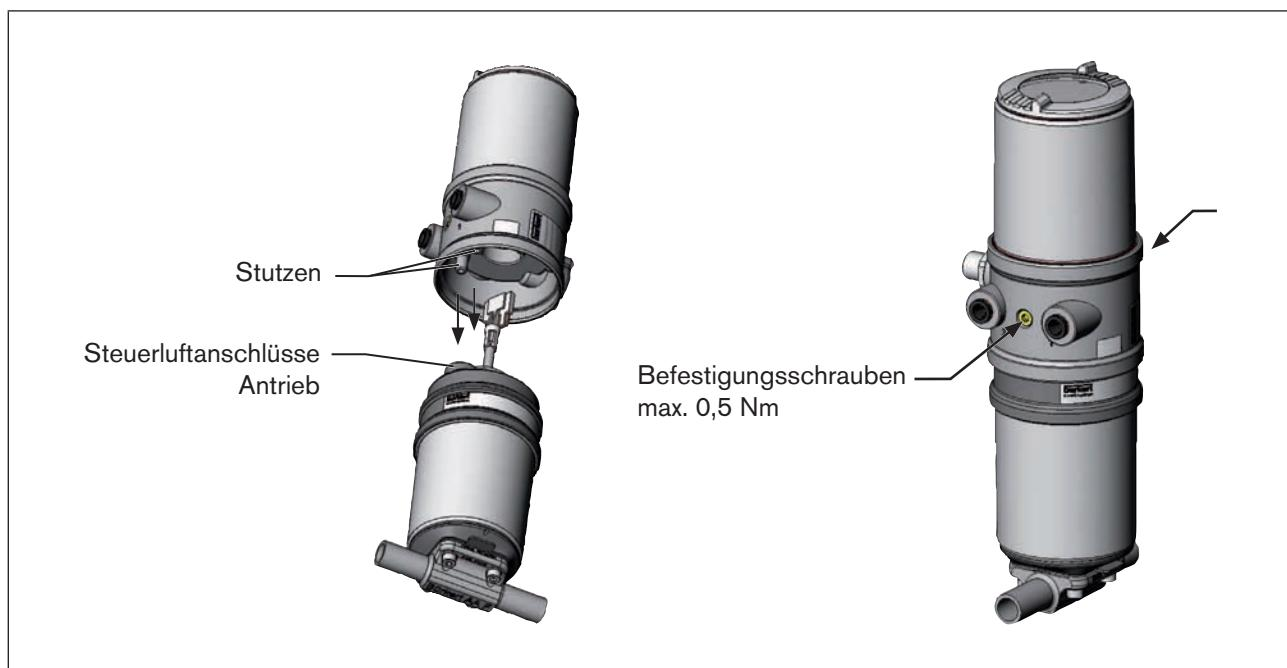

Bild 8: Montage Steuerkopf
2. die Stutzen des Steuerkopfs in die Steuerluftanschlüsse des Antriebs (siehe auch „Bild 8“) hineinfinden.